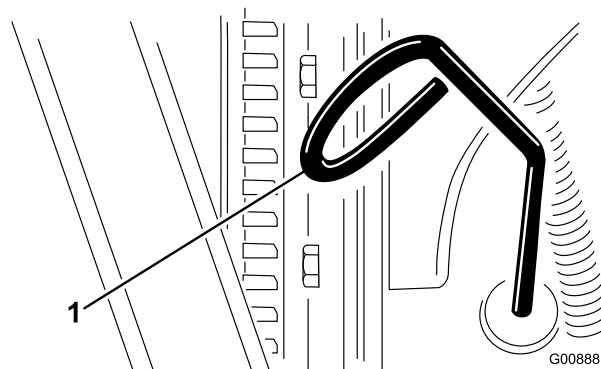

Figure 24
2. Retirez la jauge (Figure 24) et essuyez-la sur un chiffon propre.